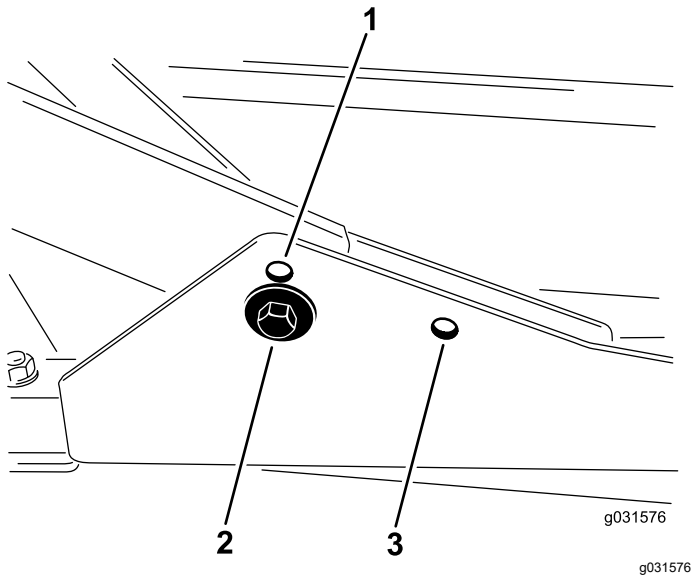

图 17
1. 如果剪草高度介于 27.6cm 之间请将前承载架安装在下方的前安装孔内图 17。
2. 如果剪草高度介于 6.310cm 之间请将前承载架安装在上方的前安装孔内图 17。
对于所有剪草高度后滚刀组都应安装在后安装孔内图 17。